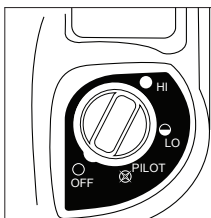

Figure 1: Bouton de contrôle
- Assurez-vous que le bouton de commande à quatre positions est en position «OFF» (voir Figure 1).